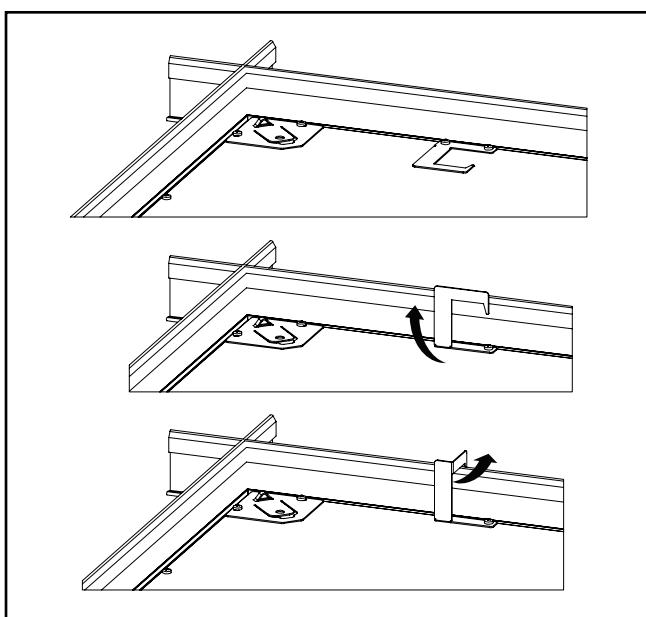

Figure 3.
- Les brides de grille sont fournies afin d'offrir un soutien accru au système de plafond. Orientez les quatre (4) languettes du luminaire sur la GRILLE EN T en pliant les languettes de manière à former un angle de 90 degrés perpendiculairement à l'arrière du luminaire. Pliez ensuite les languettes à 90 degrés vers le cadre de la GRILLE EN T (Figure 3.)